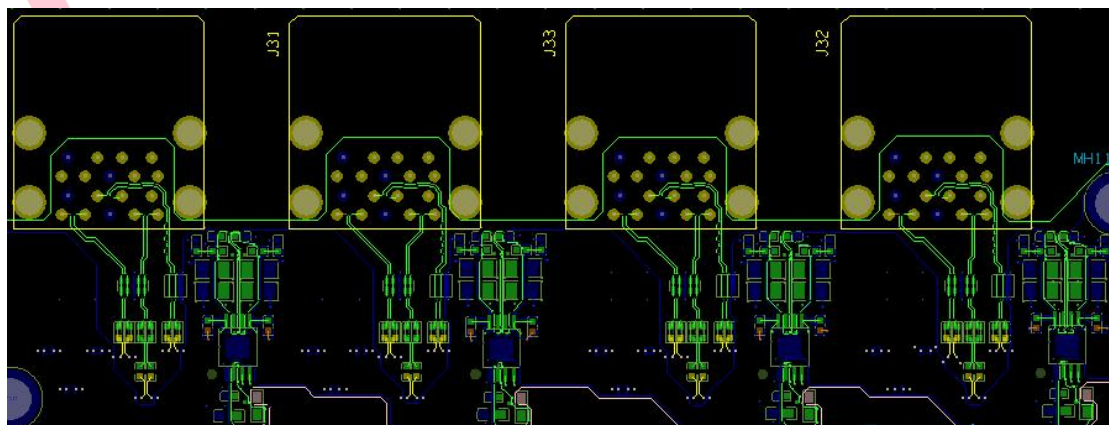

图 2.25 ESD 器件 PCB 布局示意图
- USB 信号 ESD 防护和过流保护器件靠近 USB 座放置，图 2.25。